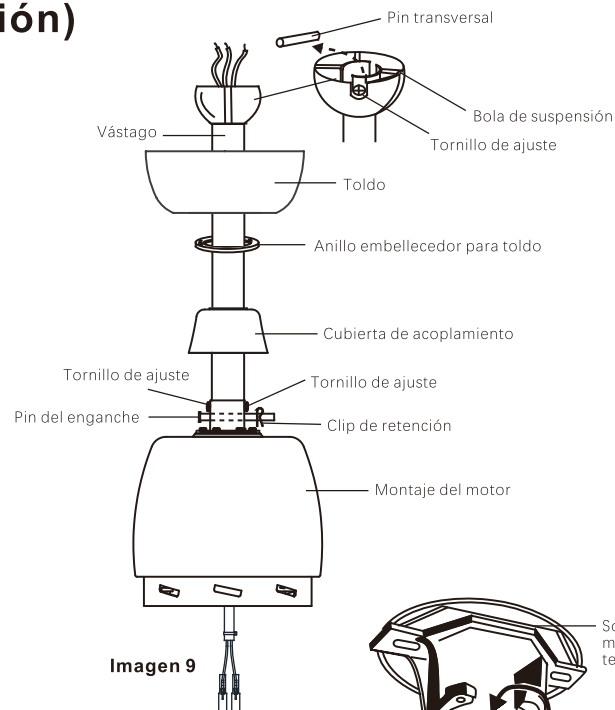

Imagen 9
Paso 8. Deslice la cubierta de acoplamiento, el anillo embellecedor para toldo (el lado acabado apuntando hacia el motor) y el toldo en el vástago. (Imagen 9)
Enrosque la bola de suspensión en el vástago, coloque el pin transversal a través del vástago y ajuste. Ahora ajuste el tornillo de ajuste. (Imagen 9)